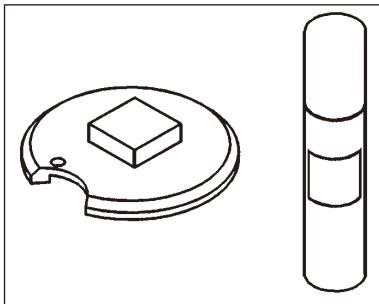

Fig. 19
- Fixați probă pe discul de probă cu adezivul de cianoacrilat (→ Fig. 19).